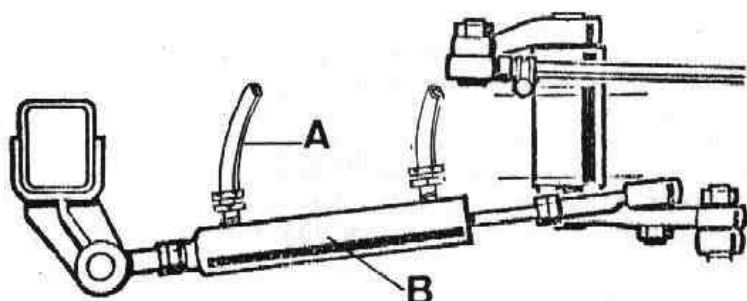

Fig. G2-2 Conjunto cilindro de ayuda y latiguillo.
- 3.1. Conectar el tubo flexible, A (Fig. G2-2) del cilindro de ayuda.